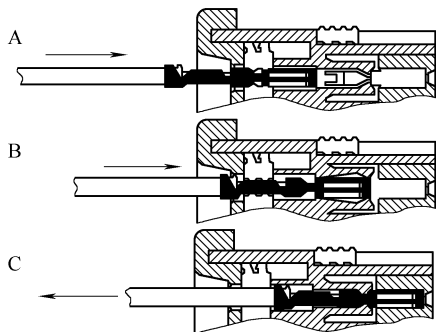

图 6-39 安装新的导线和触点
- ④ 安装新的导线和触点。将导线插入相应的电路插孔中,直到触针到达底部,向后轻拉以确定锁销已固定住插头,如图 6-39 所示。